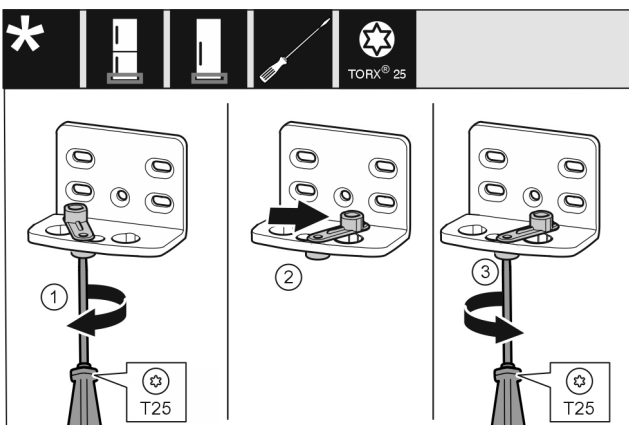

Fig. 14
- Visser la vis sans serrer avec un tournevis T25. Fig. 14 (1)
- Soulever le ressort de fermeture et le tourner de 90° à droite dans l'alésage. Fig. 14 (2)
- Serrer la vis avec un tournevis T25. Fig. 14 (3)